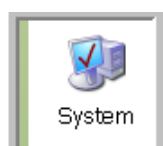

FIG. 192
2. Haga doble clic en el icono de sistema (FIG. 192).